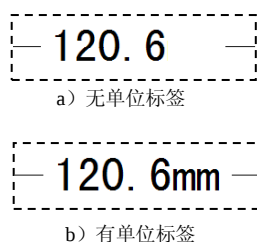

图 8.3.21 创建单位标签
- ☒ **单位标签(L):** 文本框：用于输入作为单位标签的字符（图 8.3.21）。